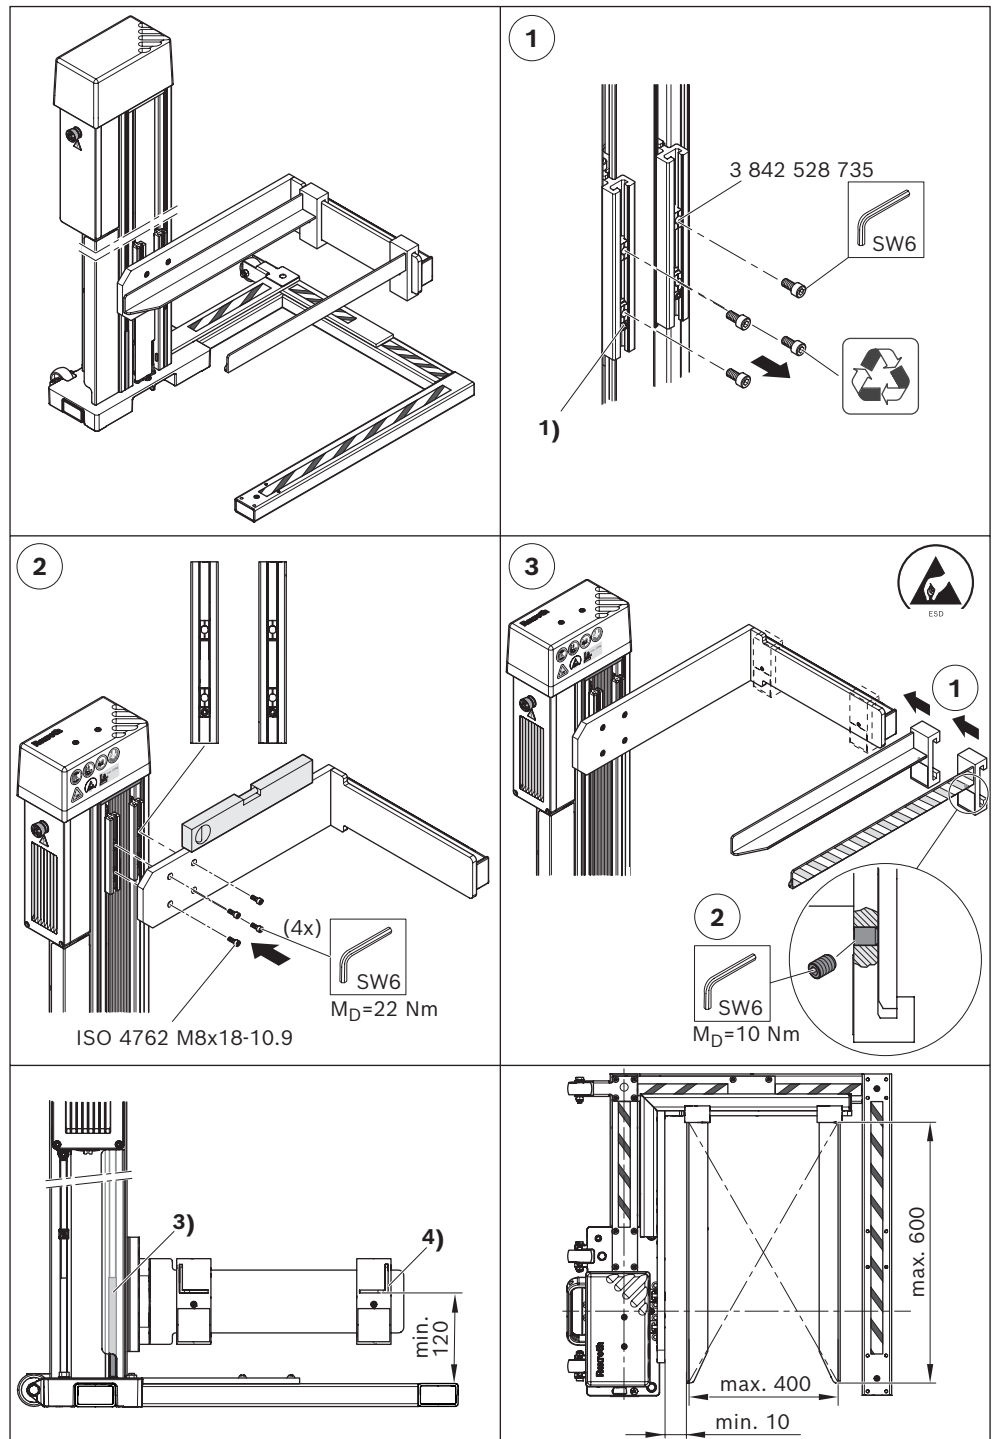

Fig. 20: Montagem do ângulo de montagem e forquilhas para carga lateral por rodízio no chão (transformação, consultar "Ampliação e transformação" página 375)
- Carga lateral das caixas (consulte Fig. 20)